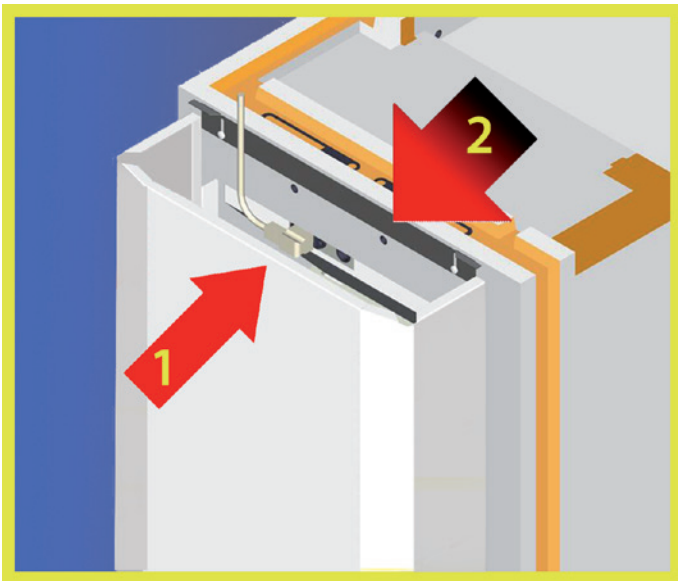

Abb.17. Installation der elektrischen Zuleitung sowie der oberen Frontplatte der Maschineneinheit.
Installation des mitgelieferten elektrischen Anschlusskabel (Abb.17). Stecken Sie das Stecker in die dafür vorgesehene Kupplung in der oberen linken Ecke der Maschineneinheit (1). Montieren Sie die Abdeckplatte mit Hilfe der in der Abdeckplatte vorhandenen Öffnungen (2). Anschliessend sichern Sie diese durch Anziehen der 2 Schrauben.